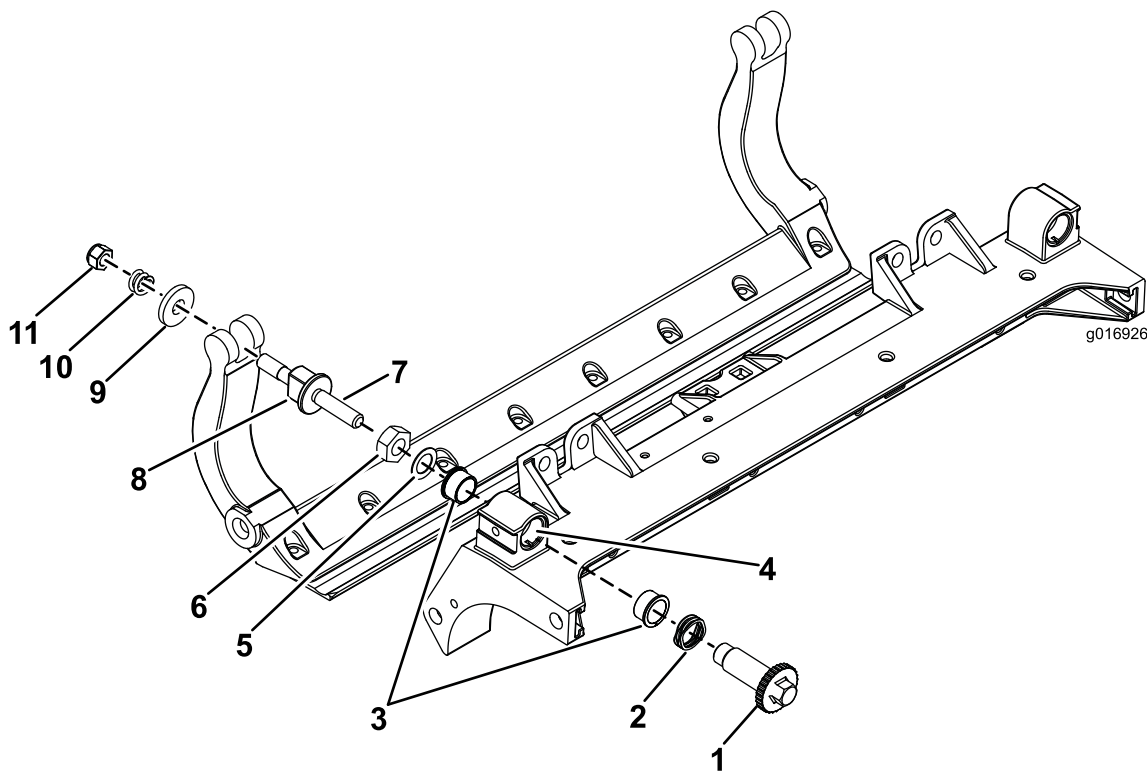

图34
1. 拆除所有零件（请参阅 *HD DPA 套件*（型号 120 - 7230）安装说明和 图34）。
2. 将防锈剂涂抹到滚刀组中心机架（图34）的轴套区内侧。
3. 将凸缘轴套上的键与机架的槽对准，然后安装轴套（图34）。
4. 将一个波形垫圈安装到调节器轴上，然后调节器轴滑入滚刀组机架中的凸缘轴套内（图34）。
5. 使用扁平垫圈和锁紧螺母固定调节器轴（图34）。上紧锁紧螺母扭矩至  $20 \sim 27 \text{ N} \cdot \text{m}$ 。
12. 在两个尼龙垫圈的外侧各放一个钢垫圈（图34）。
13. 旋紧每个底刀架调节器总成上的螺母，直到加压弹簧完全压缩，然后往回松开  $1/2$  圈（图34）。